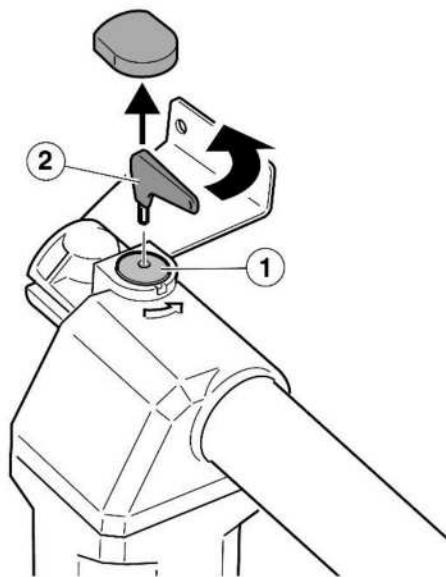

Fig.9
- Para el Desbloqueo (Funcionamiento Manual), Introduzca la Llave (2) en el Tornillo de Desbloqueo (1), Gire la Llave 90° en Sentido Antihorario, Ver (Fig.9). hasta que se sienta que llega al tope. El Operador Abatible Quedará Desbloqueado y el Portón podrá Moverse Manualmente.